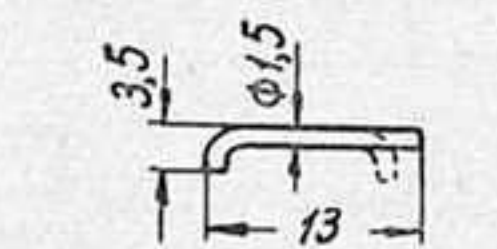
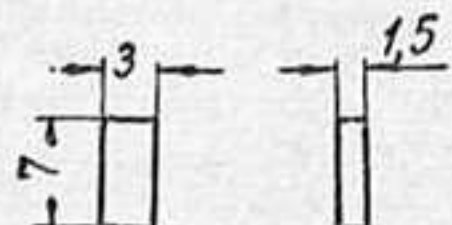

Рис. 21, дет. 2сб-9
Рис. 22
**Шплинт (2сб-9)**, изображенный на рис. 21, и **шпонка (2сб-10)**, изображенная на рис. 22, объяснений, как изготовить, не требуют.